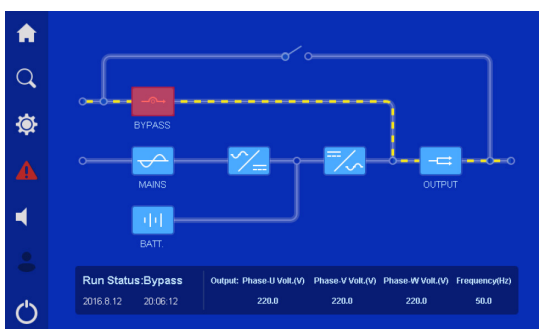

Figura 4-41 Alarma sonora en estado silencioso
-  Cuando existe una falla en el UPS, se iluminará el ícono de la alarma sonora. Haga clic en este ícono para silenciar o abrir la alarma sonora. La figura 4-41 muestra la alarma sonora en estado silencioso.